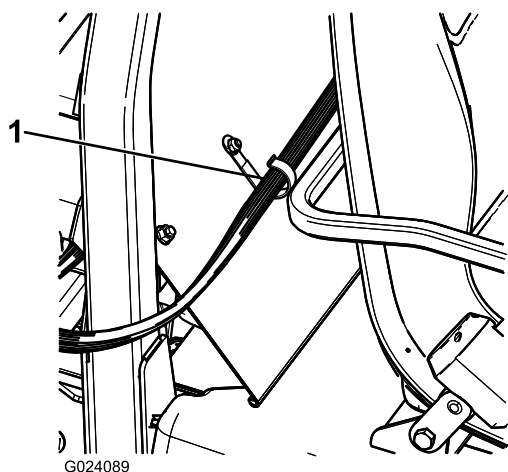

Рисунок 22
- Установите J-образный зажим позади сиденья пассажира (Рисунок 22) при помощи болта ($\frac{1}{4} \times \frac{1}{2}$ дюйма) и фланцевой гайки ($\frac{1}{4}$ дюйма).
- Прикрепите жгут проводов управляющей консоли к консоли и крышке конструкции защиты при опрокидывании (ROPS) при помощи J-образных зажимов (Рисунок 22).